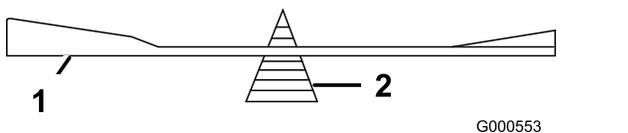

Figura 91
2. Verifique o equilíbrio da lâmina colocando-a num equilibrador de lâminas (Figura 91).